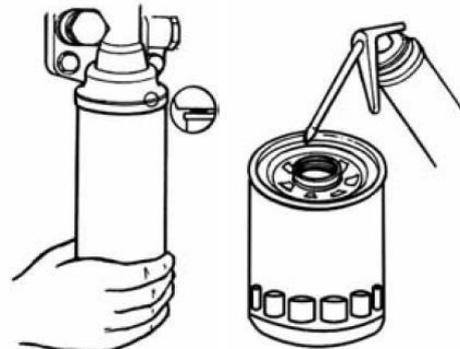

Fig 5-36 Below Type Oil Pump Installation
4.4 Відповідно до призначення та місця установки виберіть одноступінчастий масляний фільтр з паперовим елементом або обертювий масляний фільтр. При встановленні елемента масляного фільтра зверніть увагу на прокладку. Нанесіть трохи масла на ущільнювальне кільце, добре затягніть болти (див. рис. 5-36).